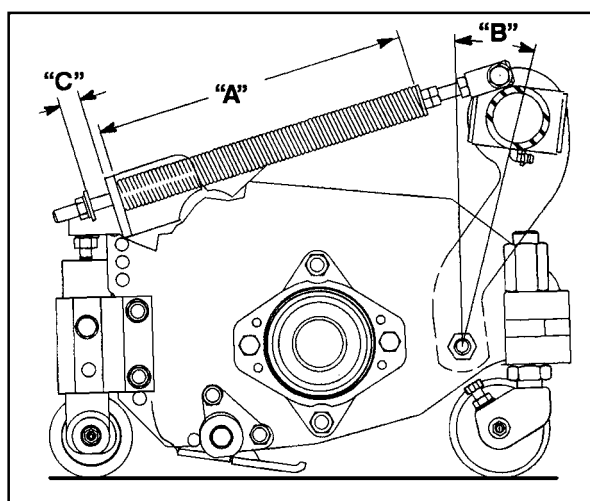

Fig. 5
Kompensasjonsfjæren (fig. 5), som forbinder bærerammen med klippeenheten, regulerer hvor mye enheten kan rotere i lengderetningen, samt bakkeklaringen ved transport og vending.
1. Trekk til låsemutteren på baksiden av fjærarmen til avstanden (C) mellom fjærbrakettens bakerste kant og skivens front er 13 mm (fig. 5).
2. Trekk til sekskantmutrene på fremste ende av fjærarmen til lengden til den sammenpressede fjæren (A) er 203 mm (fig. 5).
**MERK:** Ved klipping av grovt gress eller på ulendt underlag må fjærens sammenpressede lengde (A) økes til 216 mm, og avstanden (C) mellom fjærbraketten og skiven økes til 32 mm (fig. 5).
**MERK:** Etterhvert som lengden til den sammenpressede fjæren (A) REDUSERES, vil vektoverføringen fra fremre til bakre valse ØKE og bærerammens/klippeenhetens rotasjonsvinkel (B) FALLE.
**MERK:** Etterhvert som avstanden (C) mellom fjærbraketten og skiven ØKER, vil klippeenhetens bakkeklaring REDUSERES og bærerammens/klippeenhetens rotasjonsvinkel (B) ØKE.